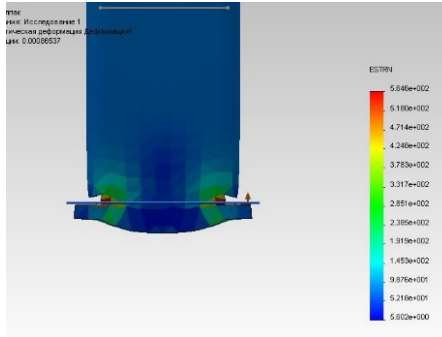

Рис. 6.6. Деформируемое состояние
10. В случае удачного расчета в дереве конструирования появится строка *Результаты*. В ней отображены результаты вычислений. При нажатии левой кнопкой мыши на каждый из результатов появляются соответствующие диаграммы (рис. 6.6–6.8).